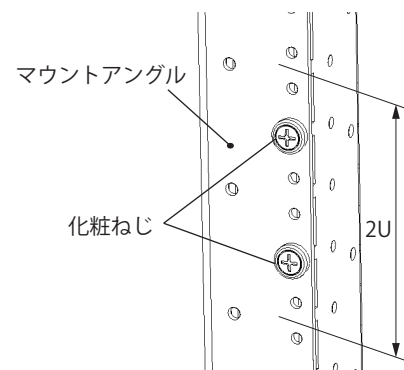

図 4
- 取付箇所(2Uスペース)に、化粧ねじを仮止めしてください。(図 4)